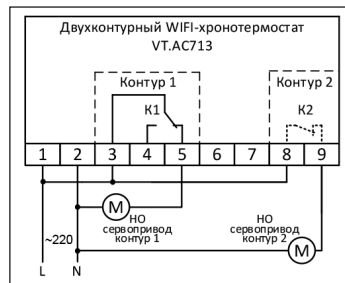

Рис. 3
6.2.3. В случае работы с нормально–открытыми сервоприводами, подключение привода контура 1 производится к клеммам 2 и 5, подключение привода контура 2 – к клеммам 2 и 9. При этом необходимо в расширенных настройках термостата установить инверсию управляющего контакта реле контура 2 (в параметре OPt установить значение «01»), (рис. 3).